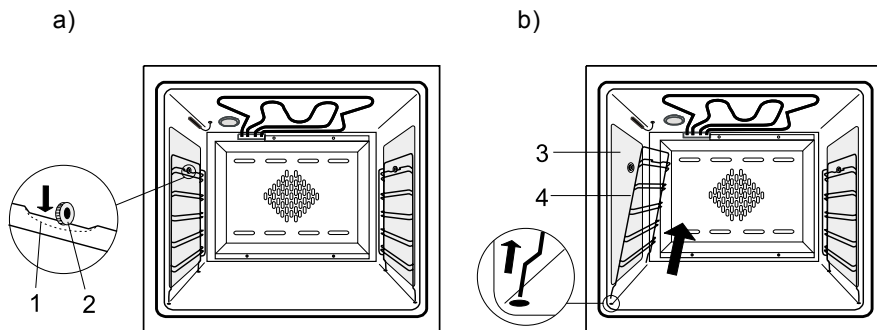

Рис. 15
- Аккуратно надавите на горизонтальную полоску **1** и достаньте из-под неё блокирующую насадку **2**, (рис. 15а),